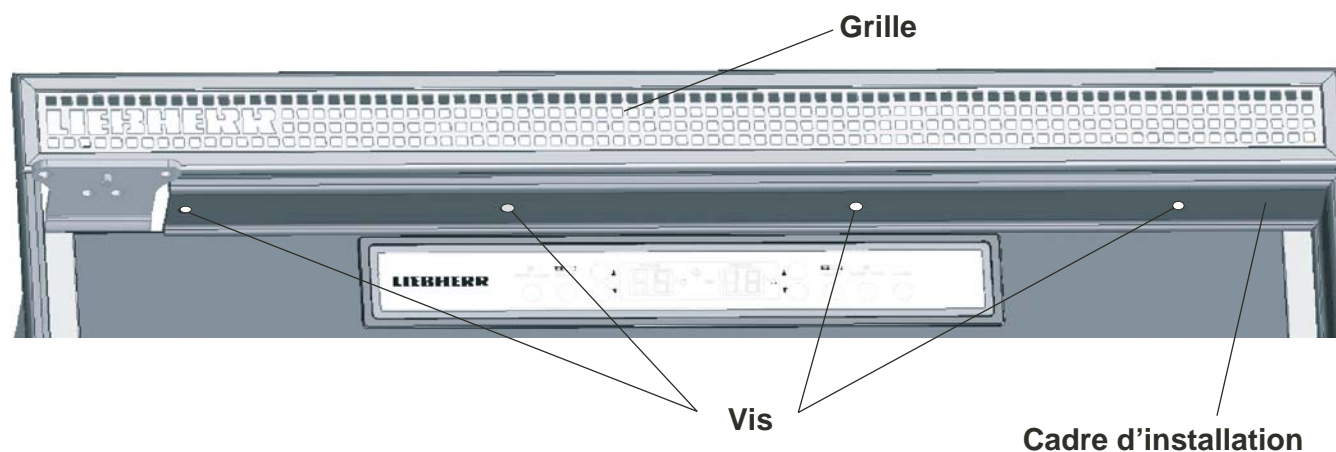

Figure 11
24. Pousser les baguettes de recouvrement (22) dans les cadres d'habillage.
25. Monter les cadres d'habillage inférieur et supérieur (23).
26. Insérer la douille de charnière (24) dans les cadres.
27. Fixer la douille de charnière (25) sur la porte avec les vis.
29. Insérer les limiteurs d'ouverture (26) de la porte supérieure.
30. Fixer le support central (27).
32. Insérer le pivot (28) dans la douille.
33. Placer la porte supérieure sur le support central. Utiliser un autre limiteur d'ouverture de porte (29) et fixer la porte avec un pivot (30).
34. Monter la grille de ventilation supérieure (voir Figure 11).